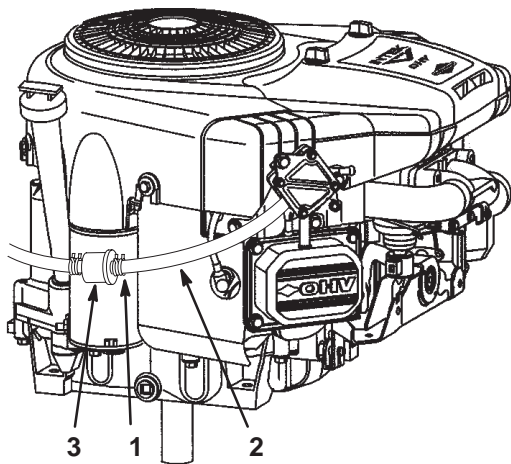

Bild 31
3. Drücken Sie die Enden der Schlauchklemme zusammen und schieben sie an der Kraftstoffleitung nach oben zum Kraftstofftank (Bild 31).
4. Ziehen Sie die Kraftstoffleitung vom Filter (Bild 31) herunter und lassen das Benzin in einen Benzinkanister oder eine Auffangschale ablaufen.
Tauschen Sie den Kraftstofffilter am besten aus, wenn der Tank leer ist (Bild 31). Bringen Sie niemals einen schmutzigen Filter wieder an, nachdem Sie ihn von der Kraftstoffleitung entfernt haben.
4. Drücken Sie die Enden der Schlauchklemmen zusammen und schieben Sie sie vom Filter weg (Bild 31).